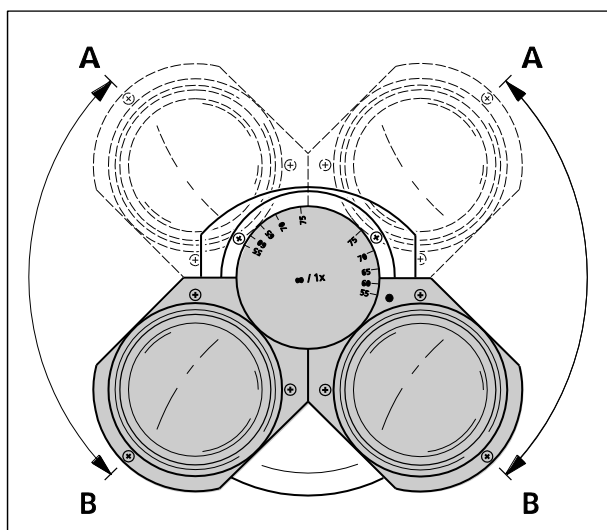

Figure 3-45 Réglage de la hauteur d'observation au niveau du tube binoculaire
- Pour adapter la hauteur d'observation à chaque personne, faire pivoter les douilles d'oculaires vers le haut (Figure 3-45/A) ou vers le bas (Figure 3-45/B).